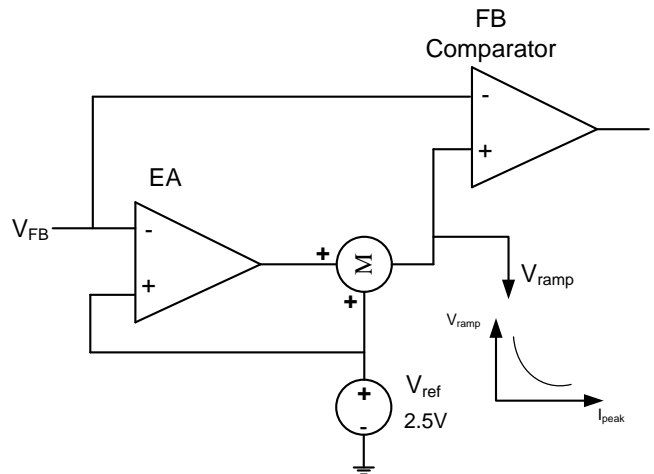

图 5: EA 和斜坡补偿
MP150 具有基于误差放大器 (EA) 的补偿功能以提高负载调整率 (图 5)。在 MOSFET 关断 6 $\mu$ s 后，MP150 对反馈电压进行采样，并对 2.5V 电压基准进行调节，从而提升输出调整率。
MP150 采用内部斜坡补偿电路来精确维持输出电压。如图 5 所示，额外的指数变化的电压信号被施加在反馈比较器的基准电压上，它用来降低反馈比较器的基准电压。